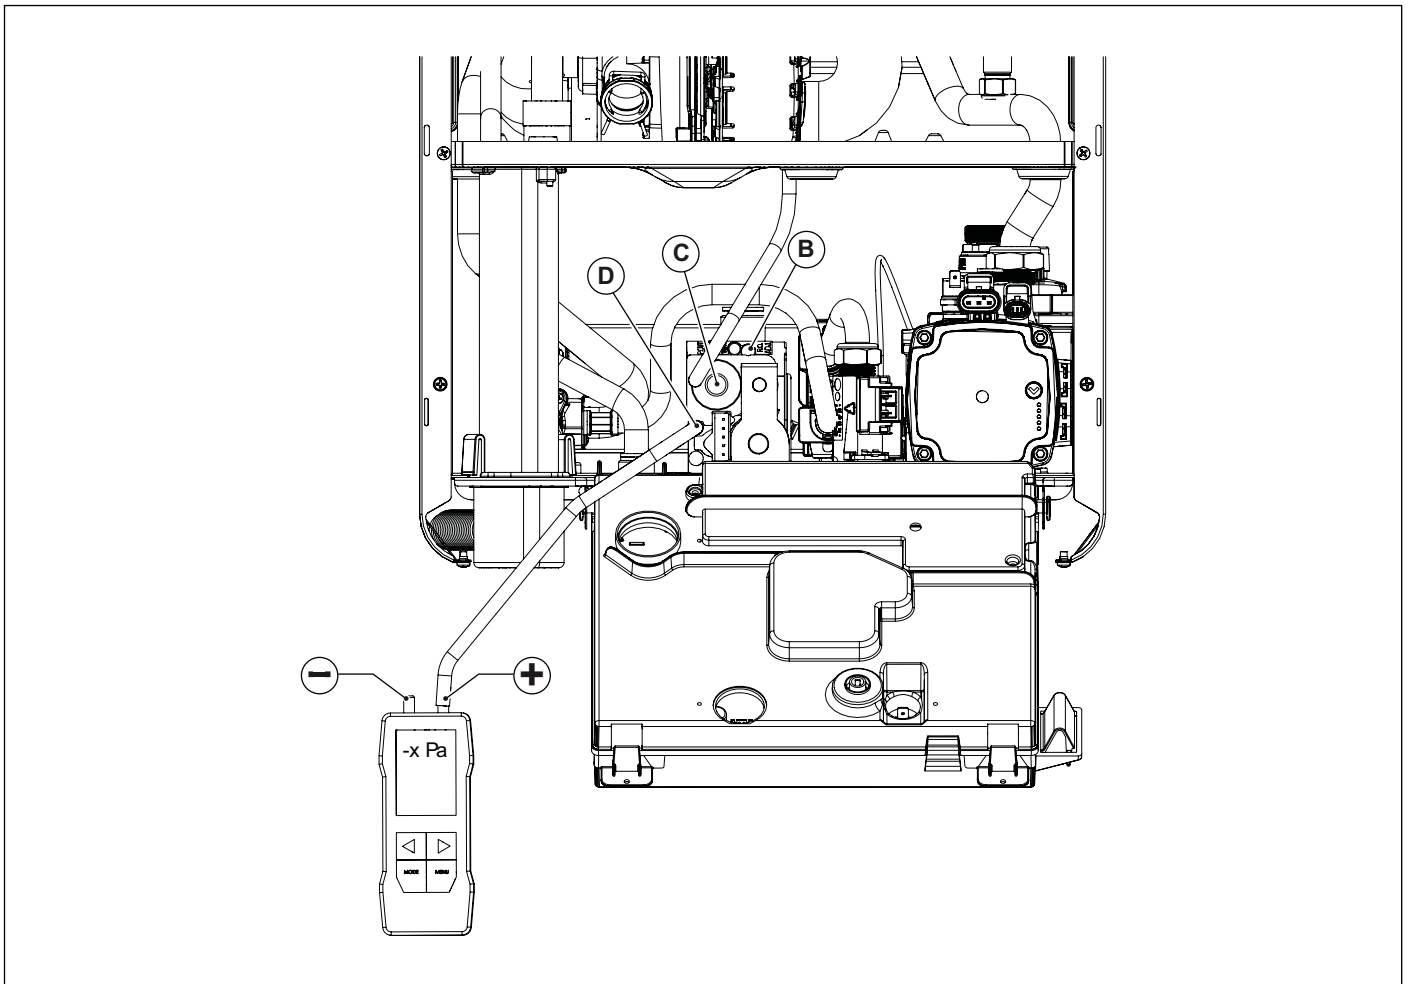

Abb. 36 Regulierung des Drucks des Offsets
- Öffnen Sie die Schraube des Druckanschlusses des Offsets **D** und schließen Sie ihn an den positiven Eingang (*) des Differenzdruckmessgeräts an (siehe Abb. 36 Regulierung des Drucks des Offsets).